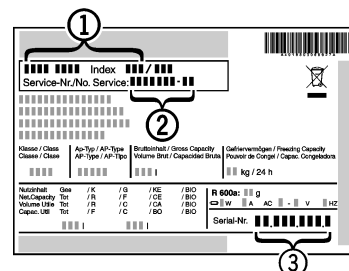

Fig. 6
- Gerätebezeichnung Fig. 6 (1), Service-Nr. Fig. 6 (2) und Serial-Nr. Fig. 6 (3) vom Typenschild ablesen. Das Typenschild befindet sich an der linken Geräteinnenseite.
- Den Kundendienst benachrichtigen und den Fehler, Gerätebezeichnung Fig. 6 (1), Service-Nr. Fig. 6 (2) und Serial-Nr. Fig. 6 (3) mitteilen.